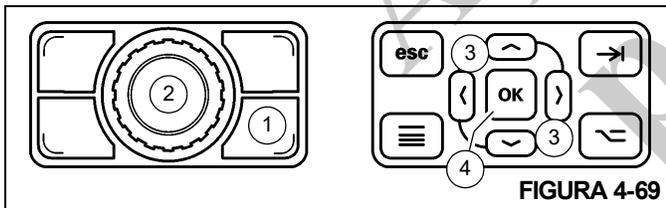
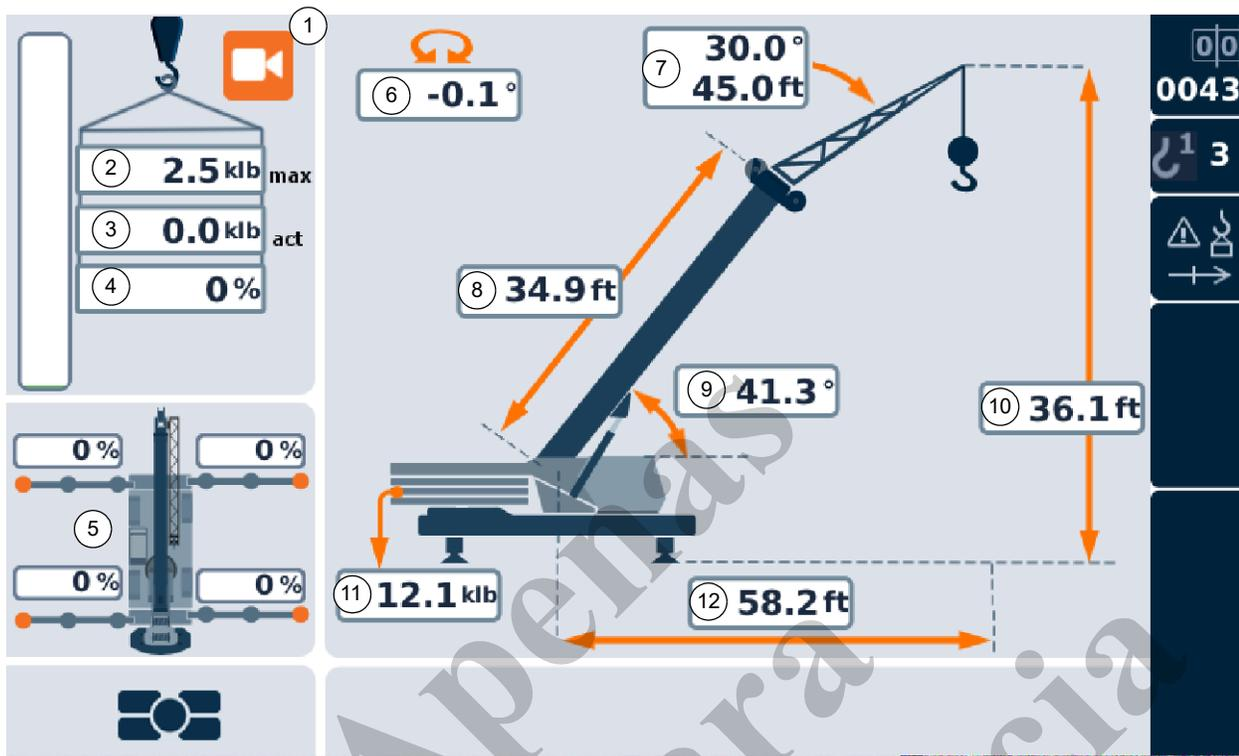

FIGURA 4-69
FIGURA 4-70
- Pressione o Botão de alternância de tela (1, Figura 4-69) no Botão rotativo para selecionar o controle de tela do RDM.
Usando o Botão rotativo (2, Figura 4-69), selecione um dos campos de número de código (a caixa ao redor do número se tornará laranja, Figura 4-70), então pressione o Botão rotativo (2) (o número se tornará branco com fundo laranja).
- Usando os Botões de seta (3, Figura 4-69), na Placa de controle de navegação do RDM, selecione um dos campos de número de código (a caixa ao redor do número se tonará laranja, Figura 4-70), então pressione o Botão OK (4) (o número se tornará branco com fundo laranja).